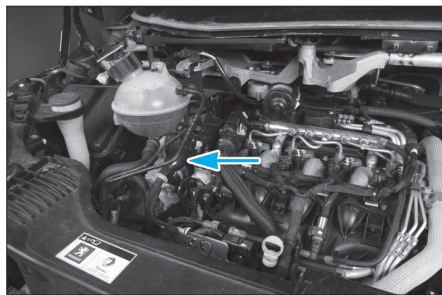

Fig. 44
- Actionner la pompe manuelle pendant une minute (Fig.44).